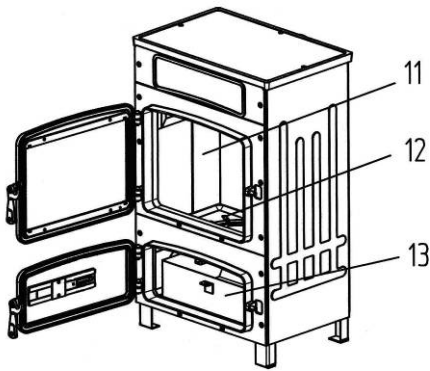

Bild 8
11. Schamotteverkleidung im Feuerraum ( Bild 8)